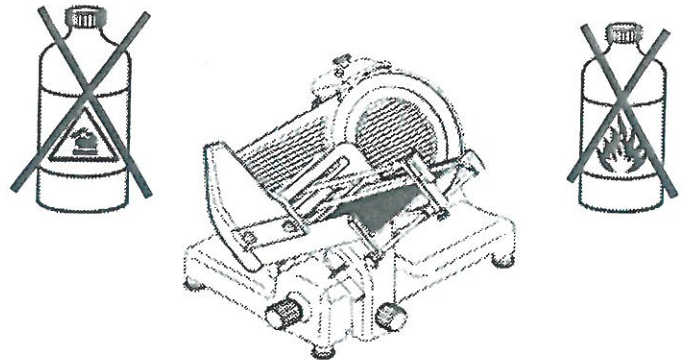

Abb. 26
- Für die Reinigung keine korrosiven oder zündbaren Mittel verwenden (Abb.26); **nur das mitgelieferte Reinigungsmittel verwenden.**